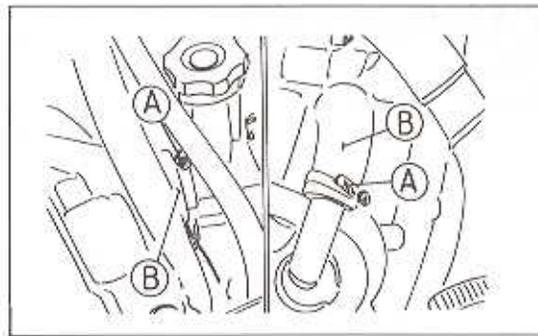

Bild 86
- Die Schlauchbriden lösen und die Schläuche abnehmen (Bild 86).